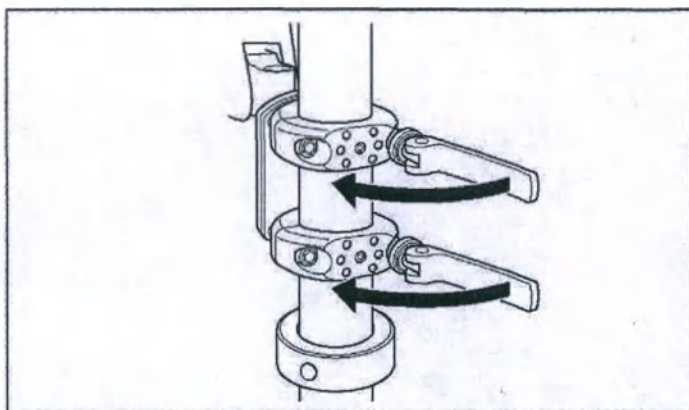

Рисунок 25
3. После установки высоты поверните рычаги зажима в направлении, указанном стрелками для фиксации зажима (см. рисунок 25).